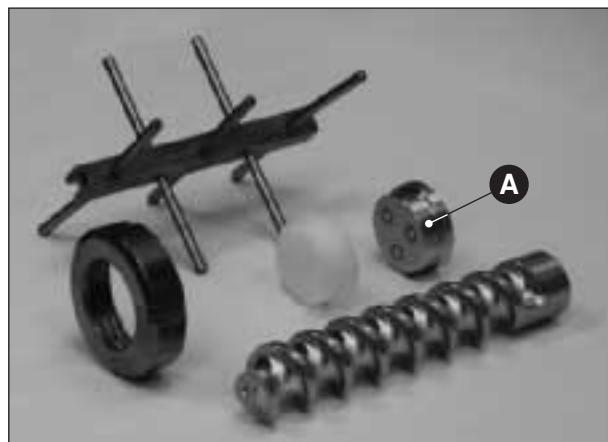

Fig. 15
6.2 PULIZIA DI: MESCOLATORE, COCLEA, GHIERA E TRAFILA (Fig. 15)
La trafila (Fig. 15 A) va mantenuta in un recipiente immersa in acqua, per tutto il tempo che rimane inutilizzata.